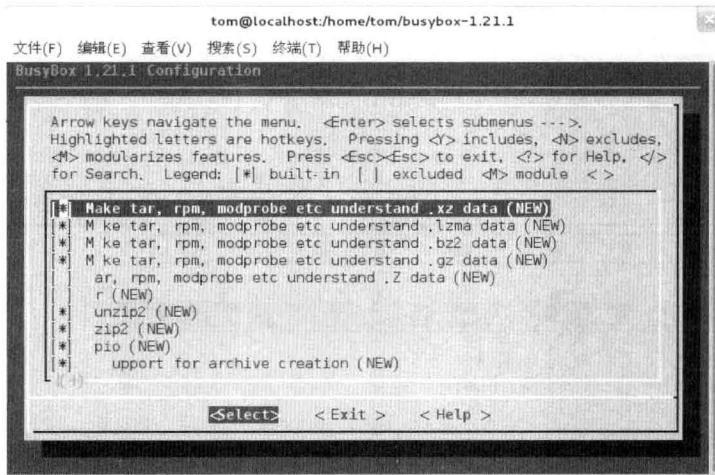

图 5.4 配置文档工具 (Archival Utilities)
(3) 配置关于档案工具选项 (Archival Utilities)，该窗口中有常用的压缩 (bzip2)、解压 (bunzip2) 和安装软件包工具 (rpm) 等。可以选择常用的工具，也可以按照默认的选择进行配置，如图 5.4 所示。